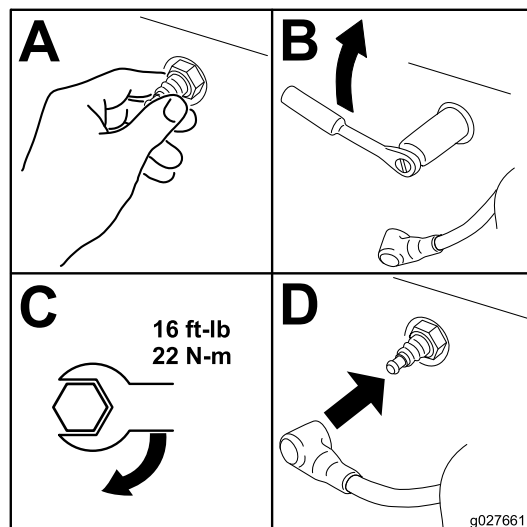

Figure 66
1. Posez la ou les bougies, comme montré à la Figure 66.